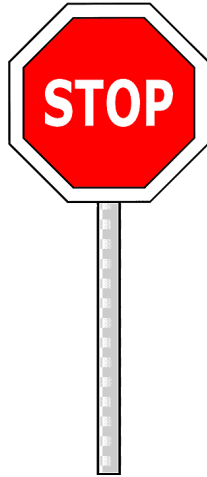

Figura 4: Ejemplo de señal de alto.
1. **Reconocimiento de señales de tránsito.** Consiste en cubrir el circuito de inicio a fin sin abandonar el carril correspondiente. En un intervalo aleatorio en los últimos tres metros de la primera recta, se colocará una señal de alto. El vehículo debe detenerse por completo junto a la señal a no más de 30 cm durante cinco segundos y después continuar con el recorrido del circuito; de no hacerlo, la prueba cuenta como fallida y no hay puntos. La figura 4 muestra un ejemplo de la señal a utilizar.